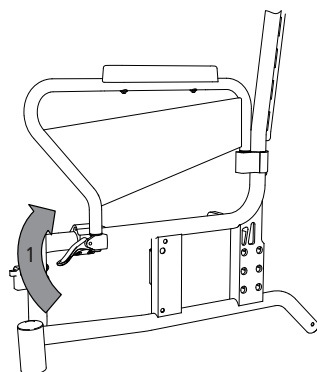

fig. 10
1. Løsn først låsearmen på den forreste klemmeanordning (1, fig. 10).